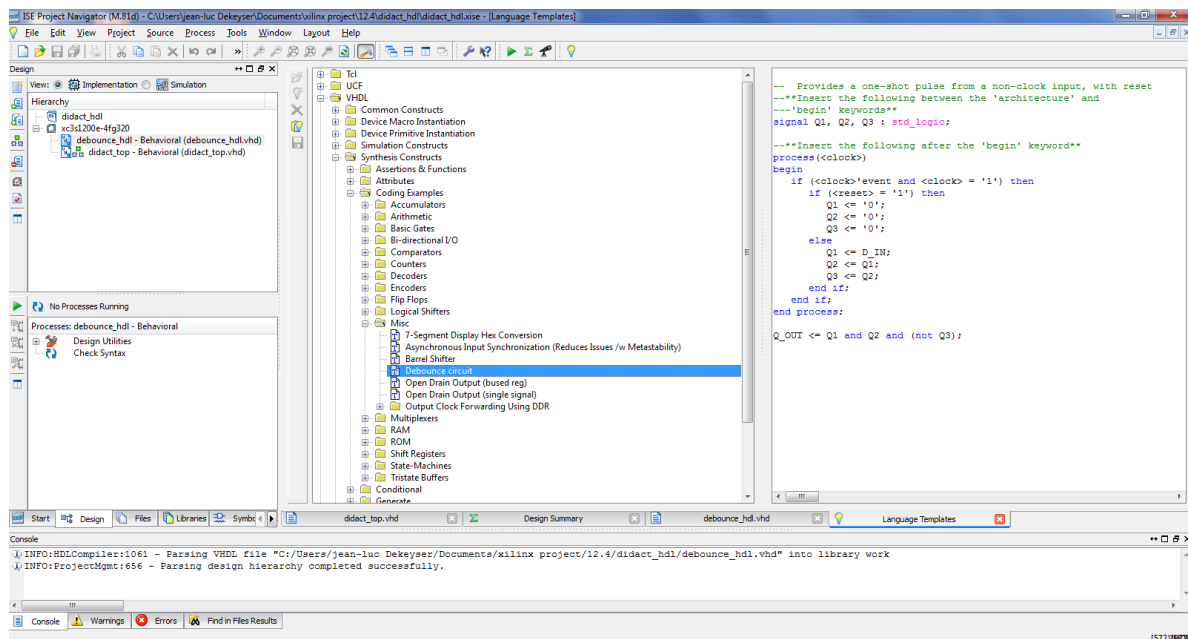

Figure 37. Le gabarit VHDL Debounce circuit s'affiche dans l'espace de travail à droite. Utilisez ce gabarit pour compléter le fichier VHDL `debounce_hdl.vhd`.
3. Sous VHDL, déployez l'item **Synthesis Constructs**, déployez l'item **Coding examples**, déployez l'item **Misc** et sélectionnez le gabarit VHDL **Debounce circuit**, comme illustré à la Figure 37.